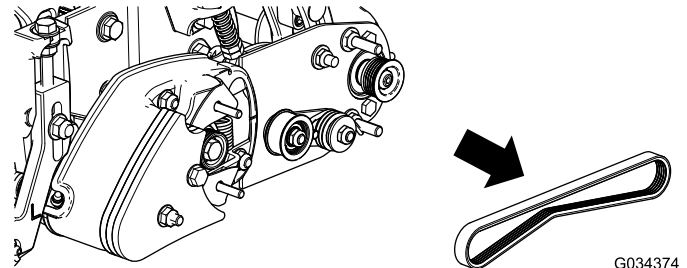

Figura 2
4. Retire la correa (Figura 2).